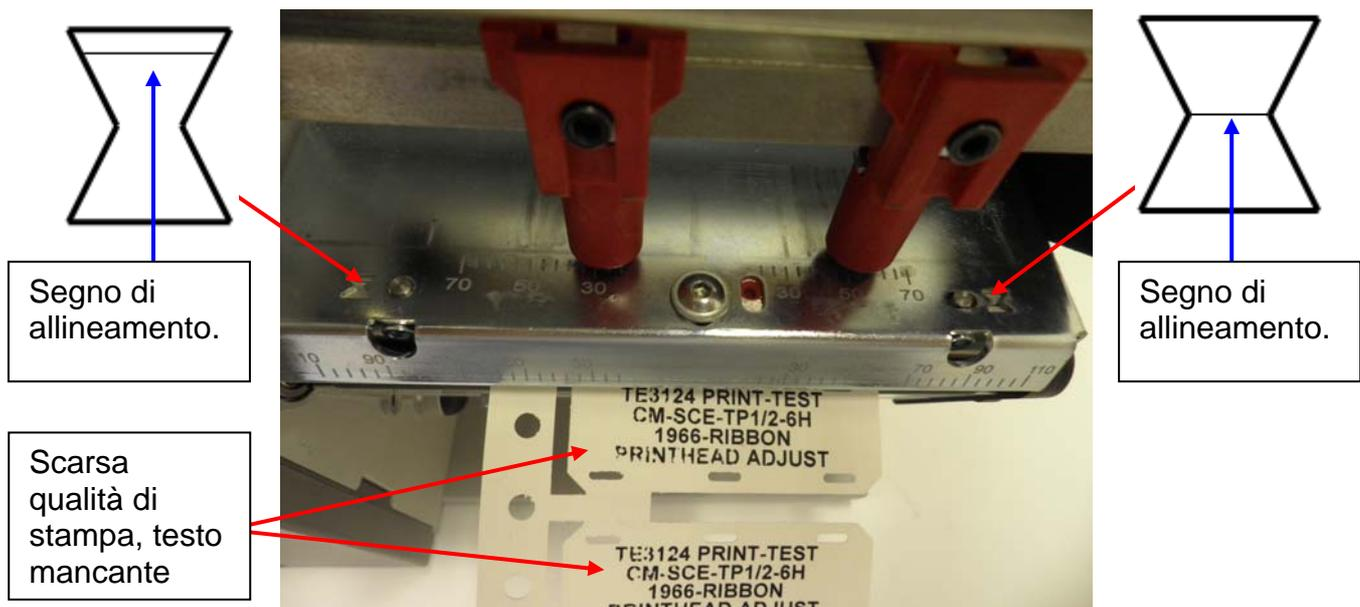

Figura 4 - Esempio di stampa che richiede l'allineamento della testina di stampa.
3.2. La Figura 4 mostra un errato allineamento della testina di stampa con conseguente scarsa qualità di stampa (assenza di bilanciamento - come mostrato dai segni di allineamento in posizione **NON** equivalente tra loro)